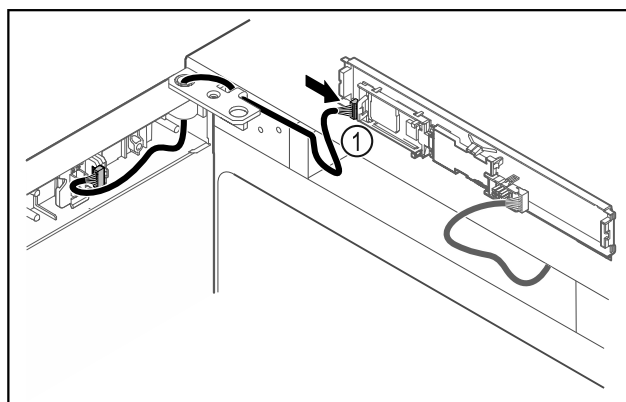

Fig. 44
- Dugja be a dugót Fig. 44 (1) a NYÁK-on.